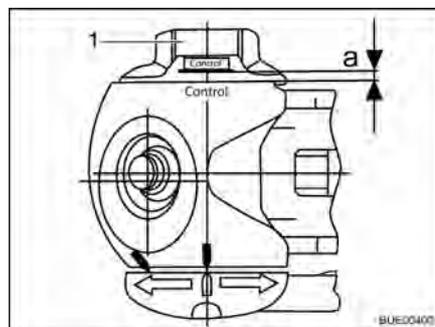

Bild 196 Verschleißkontrolle
- Handrad (Bild 196,1) zudrehen, bis die Drehmomentbegrenzung hörbar und spürbar durchratscht. Drehrichtung: im Uhrzeigersinn.
- Abstand $a > 0$ (Bild 196): Verschleiß innerhalb des zulässigen Bereiches.